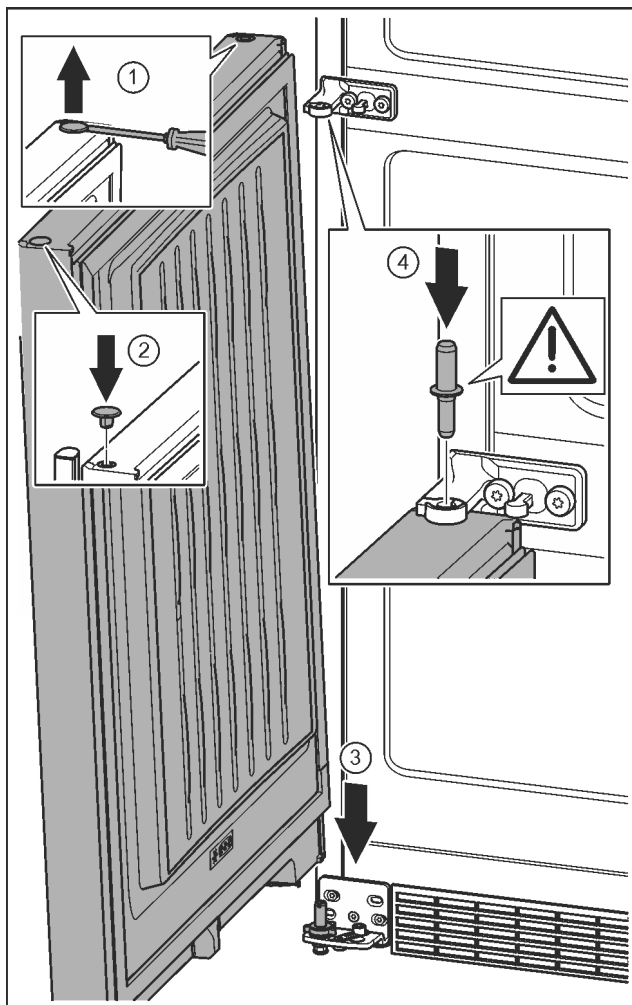

Fig. 23
- ▶ Con un cacciavite sollevare con attenzione i tappi ed estrarli. Fig. 23 (1)
- ▶ Inserire nuovamente i tappi sull'altro lato della porta. Fig. 23 (2)
- ▶ Appoggiare la porta dall'alto sul perno di supporto inferiore. Fig. 23 (3)
- ▶ Inserire il perno di supporto centrale attraverso il blocco di supporto centrale nella porta inferiore. Prestare attenzione che l'arresto sia rivolto verso il lato posteriore. Fig. 23 (4)